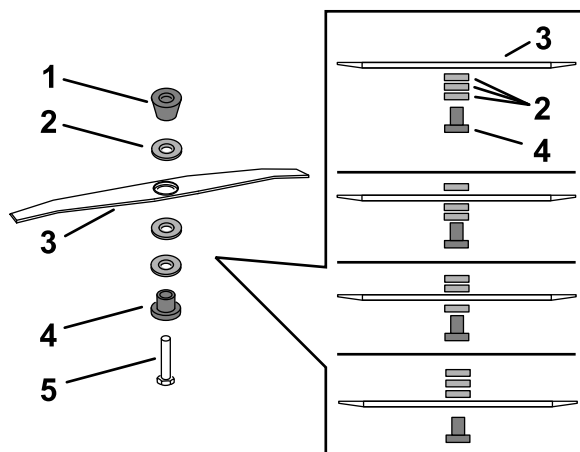

Figura 42
5. Utilizați cheia furnizată împreună cu mâna pentru a îndepărta lama rotind urubul acesteia în sens invers acelor de ceasornic (Figura 42).